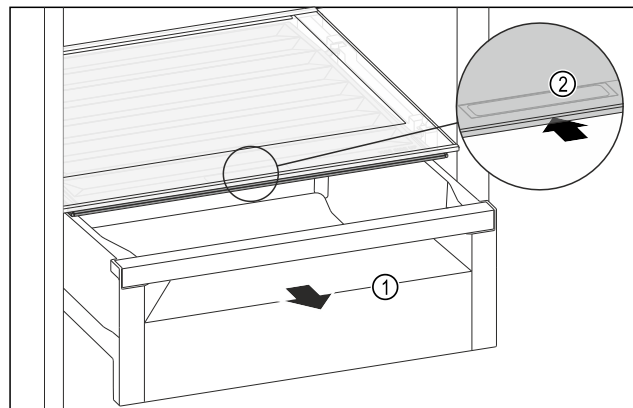

Fig. 105
- Estrarre il cassetto *Fig. 105 (1)*.
- Afferrare la maniglia incassata *Fig. 105 (2)* sul coperchio dello scomparto e spingere allo stesso tempo all'indietro il coperchio dello scomparto.